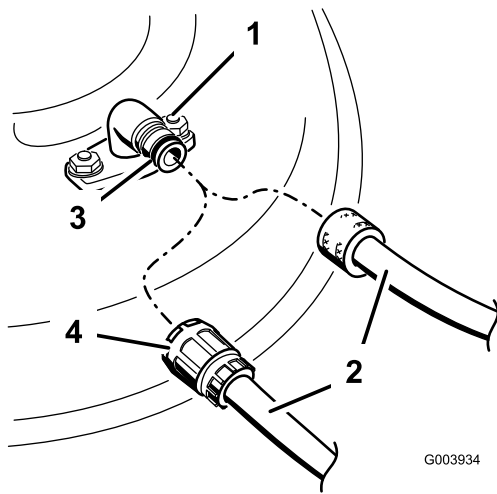

Figure 59
- Vissez le raccord de lavage à l'embout de lavage du plateau de coupe et ouvrez l'eau en grand (Figure 59).